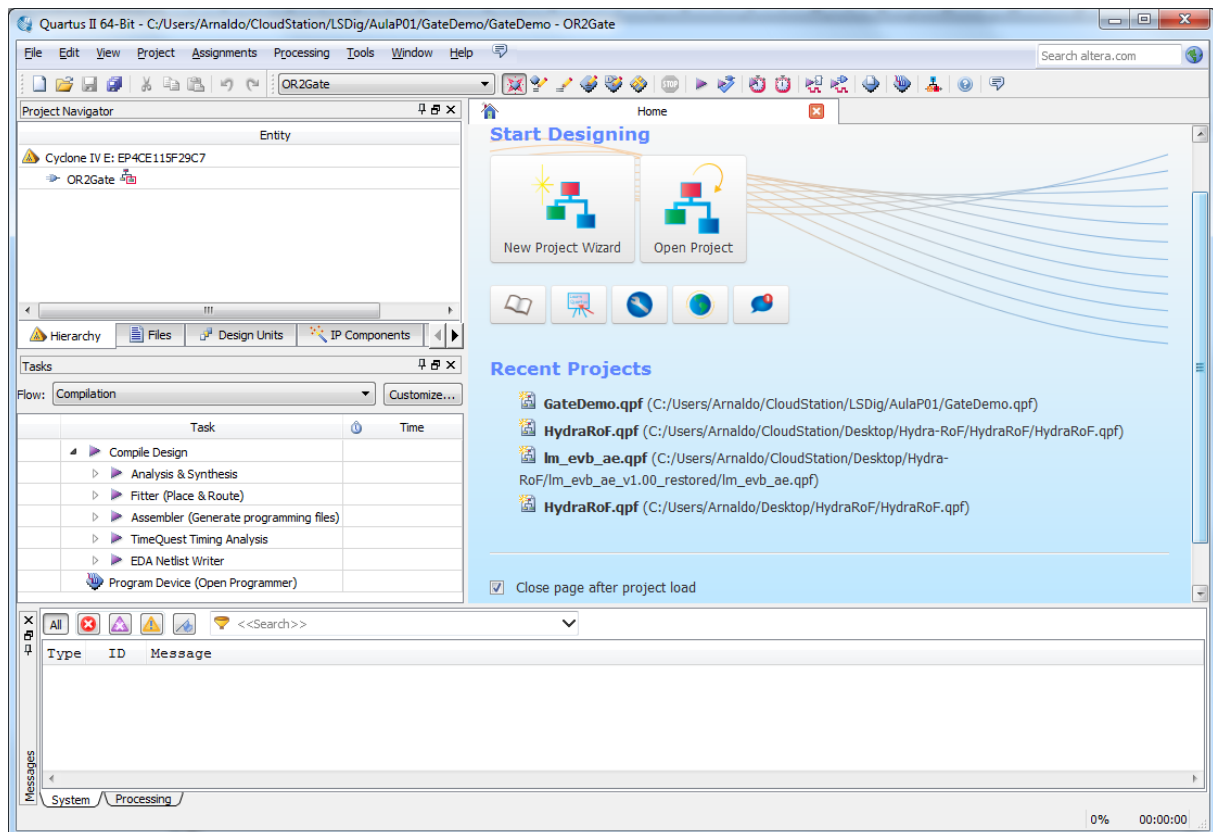

Figura 8 – Altera Quartus II IDE após a criação do projeto.
2. Após premir “Finish” o IDE “Altera Quartus II” deve apresentar o aspeto da Figura 8.